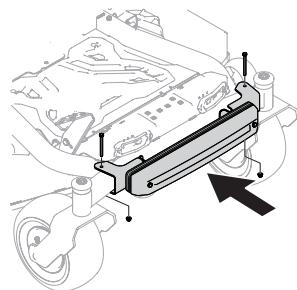

Figura 31
- Centre visualmente el conjunto de barra de pesos en el tractor y con dos tornillos de cabeza hexagonal de 7/16" (710-3056) y dos tuercas (712-04063) sujeté el conjunto de contrapeso al tractor como se indica en la Figura 31.